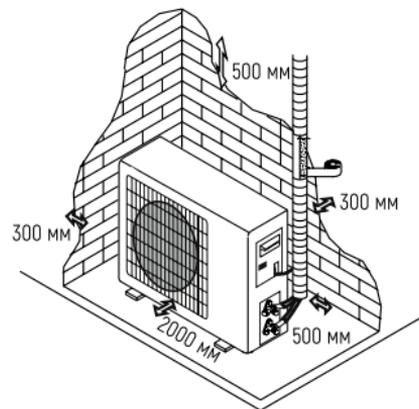

Рис. 17
- Оставьте расстояние между прибором и какими-либо объектами, как показано на рис. 17, чтобы обеспечить свободную циркуляцию воздуха.